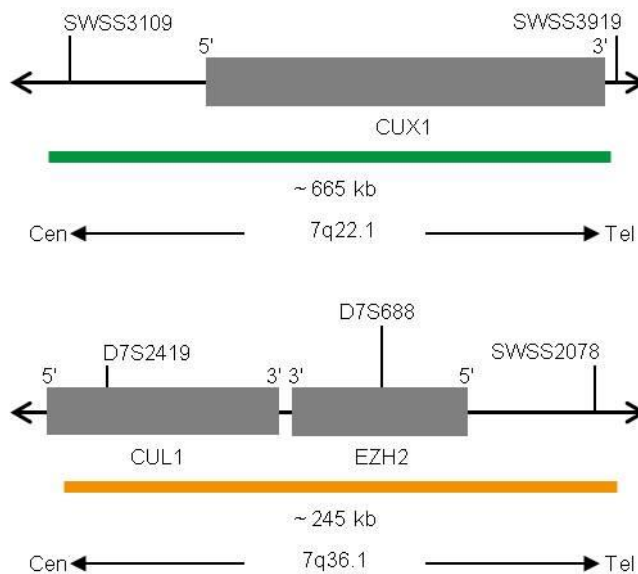

Abb. 1: Oben: SPEC CUX1 Sondenlokalisation; Unten: SPEC EZH2 Sondenlokalisation (nicht maßstabsgetreu)
- ZyGreen (Anregung 503 nm/Emission 528 nm) markierten Polynukleotiden (~10,0 ng/μl), die gegen Sequenzen in 7q22.1* (chr7:101,270,255-101,934,924) gerichtet sind, welche die CUX1-Genregion enthalten (siehe Abb. 1).
- ZyOrange (Anregung 547 nm/Emission 572 nm) markierten Polynukleotiden (~4,5 ng/μl), die gegen Sequenzen in 7q36.1* (chr7:148,402,839-148,647,927) gerichtet sind, welche die EZH2-Genregion enthalten (siehe Abb. 1).